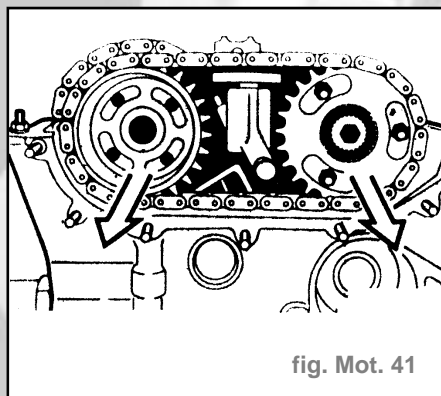

fig. Mot. 41
- Retirer les pignons de chaîne et la chaîne (fig. Mot. 41).